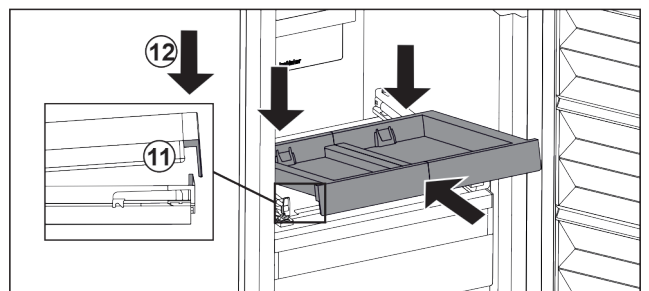

Fig. 27
- ▶ Schräg einschieben. Darauf achten, dass auf beiden Seiten der Anschlag hinter der Lasche ist. Fig. 27 (11)
- ▶ Auszugsbord vorne absetzen. Fig. 27 (12)